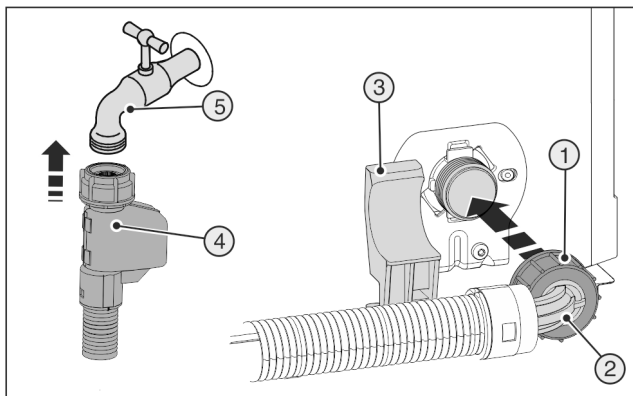

Fig. 8
- ▶ Rovný konec hadice připojte Fig. 8 (4) k uzavíracímu kohoutu Fig. 8 (5).